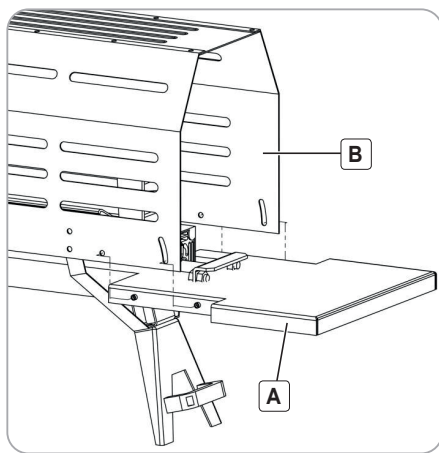

Fig.8
Conectati Masa de evacuare (A) cu capacul de protectie (B) prin intermediul a doua suruburi M6x12, doua saibe $\varnothing 6$, piulitele de blocare M6 si butoanele cu stragere rapida indicate in Fig.8